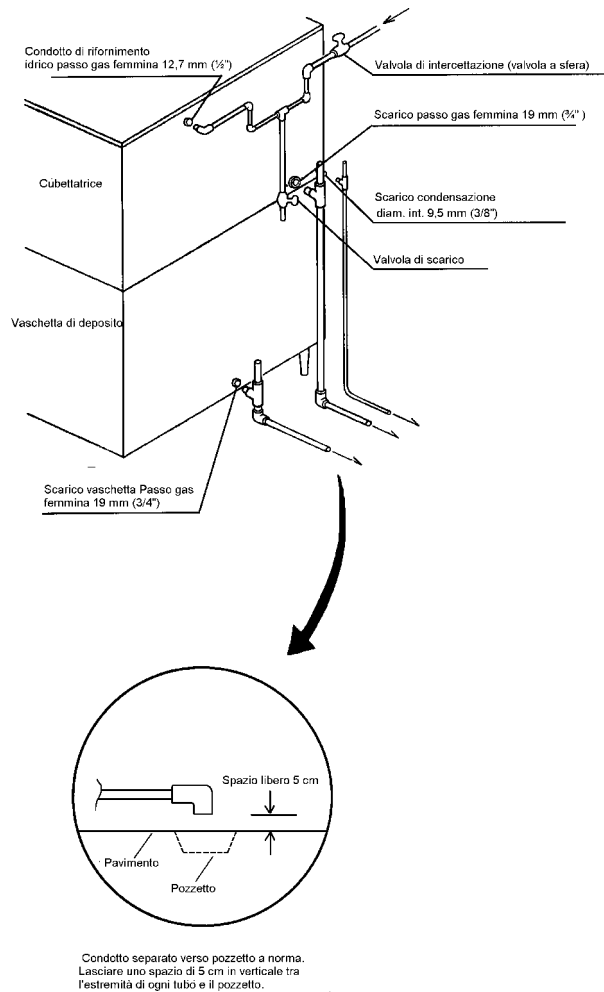

Fig. 11
- I condotti di scarico della cubettatrice e della vaschetta di deposito sono da 3/4" con passo gas, mentre quello per la condensa è da 10 mm. I collegamenti dei condotti di scarico dell'apparecchio e per la condensa devono essere separati da quelli della vaschetta. Predisporre un'intercapedine per il pozzetto di raccolta in modo da facilitare lo scolo durante il ciclo di raccolta (v. Fig. 11).
- Non collegare lo scarico direttamente all'impianto fognario. Lasciare almeno 5 cm di spazio tra la fine del condotto di scarico dell'apparecchio o della vaschetta del ghiaccio e il pozzetto al suolo (v. Fig. 11).